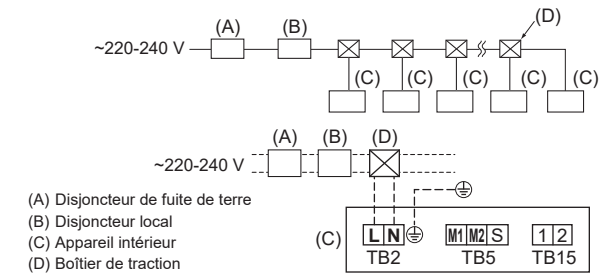

Fig. 6-5
6.2. Câblage de l'alimentation électrique (Fig. 6-5)